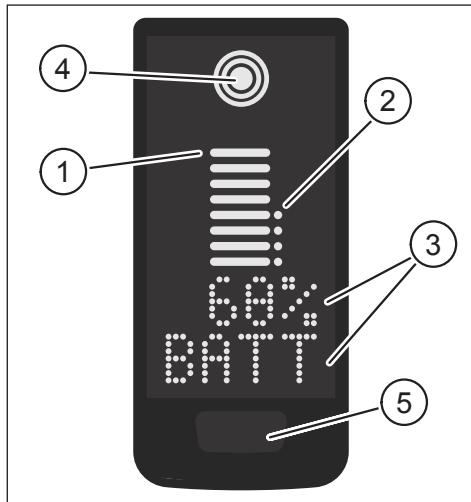
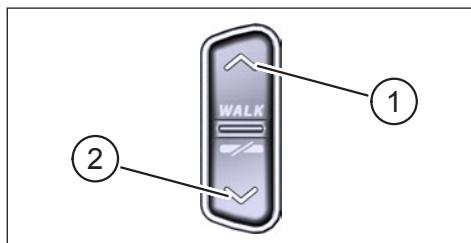

Fig. 1: Eléments de commande et d'affichage sur Display
Fig. 2: Eléments de commande sur la Remote
| Pos. dans Fig. 1 | Description |
| Pos. dans Fig. 2 | Description |
- ▶ Maintenir la touche de commande sur Display (élément 5 Fig. 1) et la touche de commande BAS sur la Remote (élément 2 Fig. 2) enfoncées pendant au moins 5 secondes.
- Une **double clic** pression sur la touche de commande de Display (élément 5 Fig. 1) permet de passer à Display suivant.